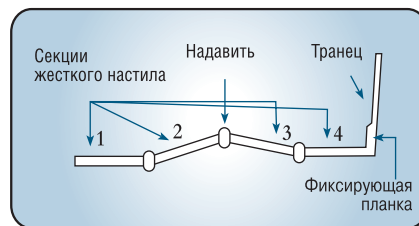

рис. 4
- Установите пайол **4** встык с транцем лодки под фиксирующую планку (рис. 4).